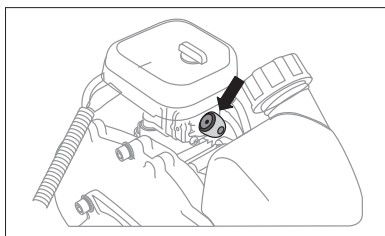

fig. 8
- Apăsați de cinci-șapte ori pe căpăcelul transparent pentru pomparea manuală a combustibilului (starter), situat între filtru de aer și rezervorul de combustibil, pentru a umple carburatorul cu amestec de combustibil (fig. 8). În acest timp prin căpăcelul transparent al butonului trebuie să se vadă amestecul de combustibil pompat. Dacă căpăcelul nu s-a umplut cu amestec de combustibil, mai apăsați pe starter de câteva ori.